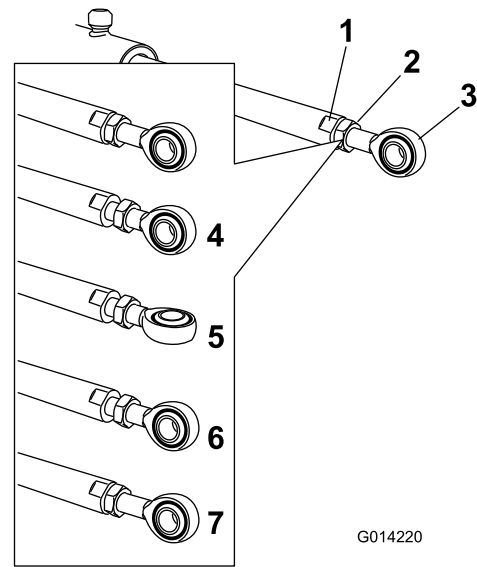

Bild 104
5. Arretieren Sie die flachen Seiten der Aktuatorstange mit einem Schraubenschlüssel und lösen Sie dann die Klemmmutter, damit Sie die Ösenstange manipulieren können (Bild 104).
6. Drehen Sie die Ösenstange in der Aktuatorstange, um den ausgefahrenen Aktuator auf die gewünschte Stellung zu verlängern oder zu verkürzen (Bild 104).